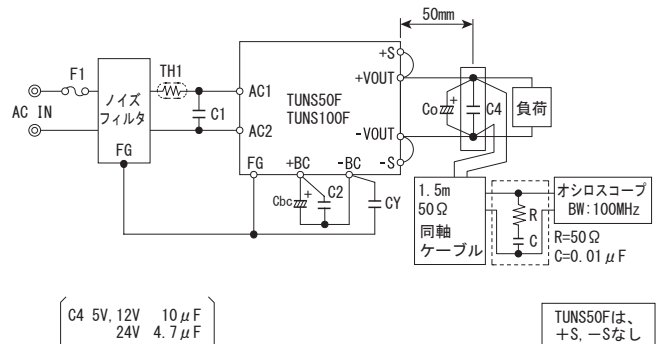

図3.1 電気特性の測定方法
- 出力リップルおよびリップルノイズは、図3.1に規定する方法にて測定した値です。